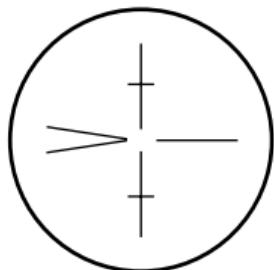

図4.6
1) ピープサイト③を使って、対物レンズ⑨を、目標物に向けます。
2) 接眼レンズ⑭を徐々に引き出しながら、焦点板十字線がぼける寸前で止めます。(図4.6)